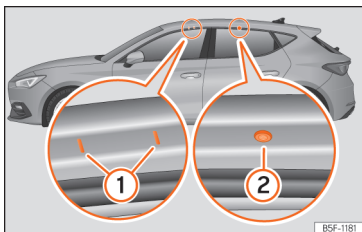

Рис. 202 Точки для встановлення поперечин на рейлінги (Leon).
(1) і **(2)** можна побачити, лише коли двері відкриті » **рис. 202**.